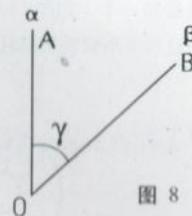

图 8
4.3.3 转动望远镜瞄准 B 点，读取度盘刻度值，则两者之差即为方位角  $\gamma$  (如图 8)。